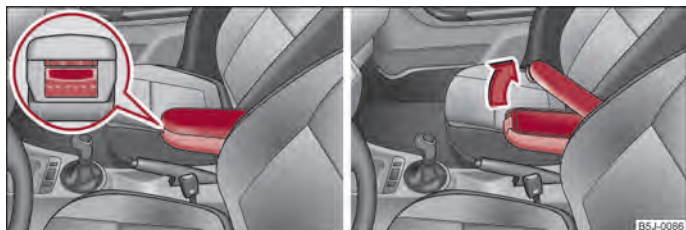

Fig. 69 Bracciolo: scomparto portaoggetti / apertura dello scomparto
- Premere il tasto inferiore sul lato frontale del bracciolo ⇒ fig. 69 lato sinistro. Ribaltare in avanti il bracciolo e rilasciare il tasto.
- Premere il tasto superiore e ruotare verso l'alto la copertura dello scomparto ⇒ fig. 69 lato destro.